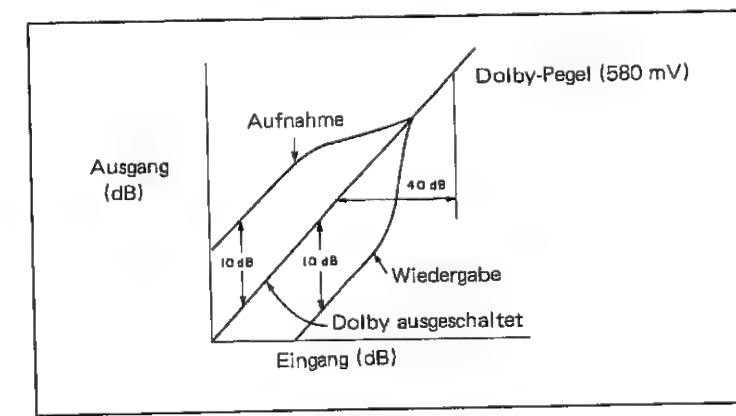

Abbildung 12-3
Die Ausgangssignale der Dolby-Nebenschaltung, die in den Abbildungen 12-1 und 12-2 gezeigt sind, und die Signale von der Verstärkerschaltung (B) werden dem Dolby-Summierer (E) zugeleitet. Bei der Aufnahme werden diese beiden Signale addiert; bei der Wiedergabe werden sie voneinander subtrahiert. Die Signale am Aufnahmeverstärkeranschluß haben die in Abbildung 12-3 gezeigte Eingangs-/Ausgangscharakteristik.